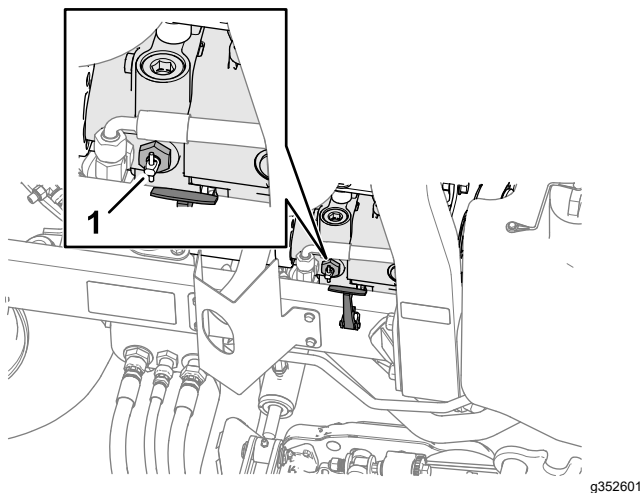

Bild 49
2. Drehen Sie in der Nähe des rechten Motorhaubenriegels den Griff des Sicherheitsventils an der Pumpe (Bild 49) und drehen Sie das Ventil um 90°.